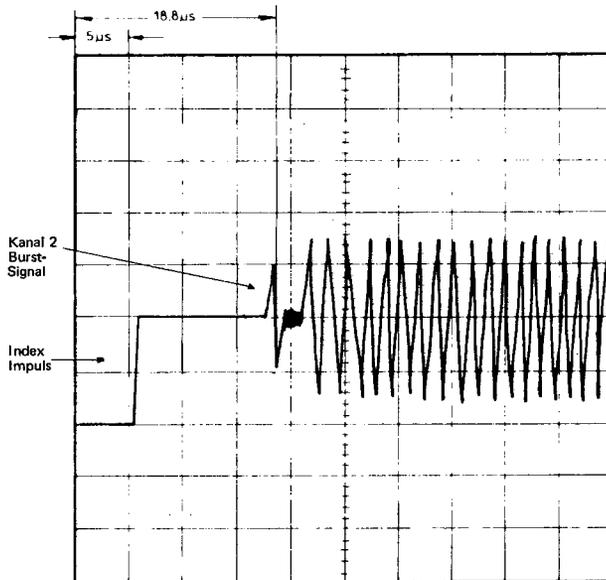

Abb. 7 Index-/Burst-Signal
- Mit dem Poti R29 (Sektor-Board) den in der Abb. 7 angegebenen Wert einstellen.